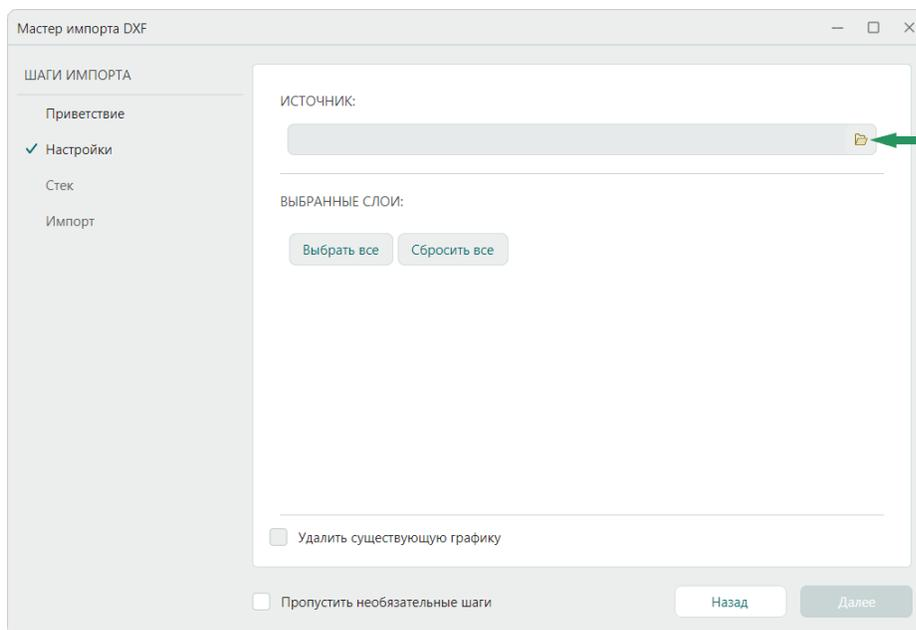

Рис. 92 Выбор файла для импорта .dxf
2. Перейдите к выбору файла для импорта с помощью символа  в поле «Источник», см. Рис. 92.